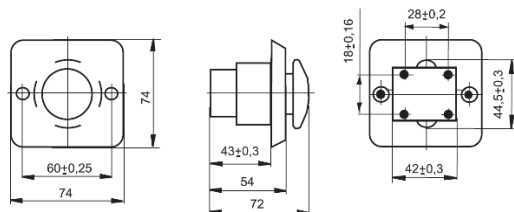

Рисунок 1. Габаритные и установочные размеры поста управления кнопочного ПКЕ 112-1; ПКЕ 122-1
- 6.2. Посты, предназначенные для встройки в нишу со степенью защиты IP40 (рис. 1,3,5,7), состоят из пластмассовой панели с подпружиненными толкателями и контактных элементов, имеющих по два изолированных друг от друга электрических контакта; со степенью защиты IP54 дополнены двумя резиновыми прокладками, одна из которых устанавливается между панелью и контактными элементами, а другая - между панелью и плоскостью, на которой крепится пост.